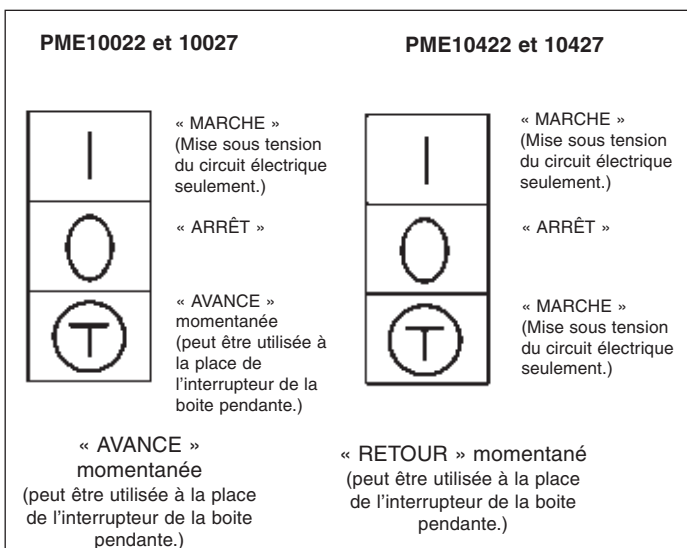

Figure 5, Pump Switch Positions
4. S'assurer que l'interrupteur de la pompe est sur « OFF ». Voir la figure 5.